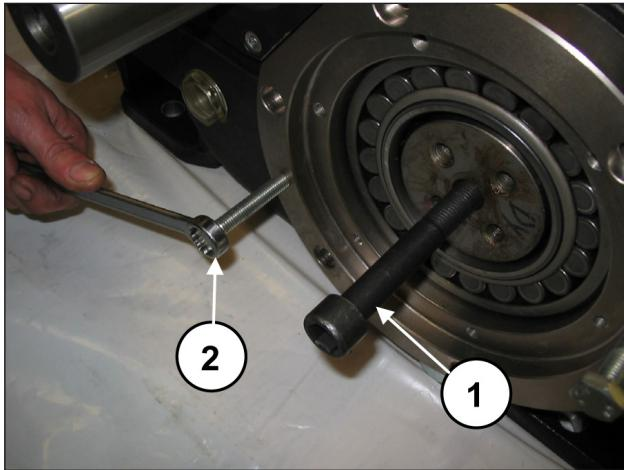
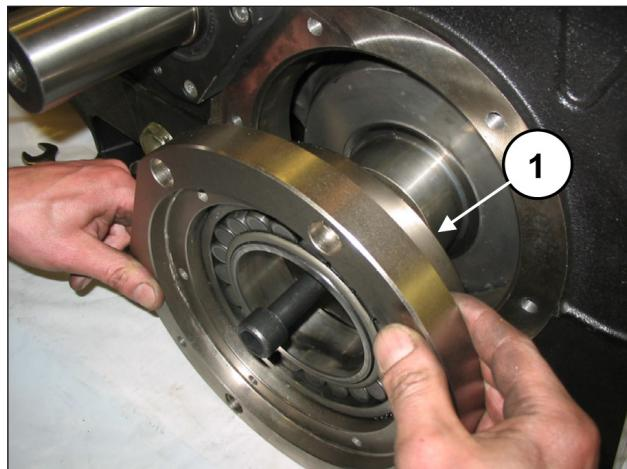

Fig. 23
Fig. 24
Aplicar un perno roscado M16 en un extremo del eje acodado (pos. ①, Fig. 23) y, manteniéndolo levantado, extraer la tapa portacojinetes junto con la junta tórica (pos. ②, Fig. 24). Para facilitar el desmontaje, utilizar 2 tornillos prisioneros o tornillos M10 (pos. ②, Fig. 23) como extractores.